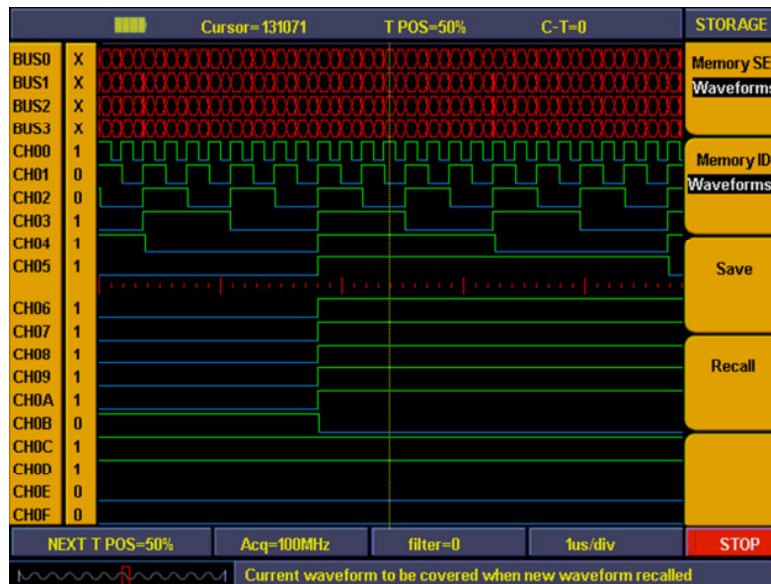

Abb. 95 Speichern von Wellenformen
8. Drücken Sie die Taste "**F4**", um die gespeicherten Wellenformen oder Einstellungen aufzurufen (s. Abb. 95)